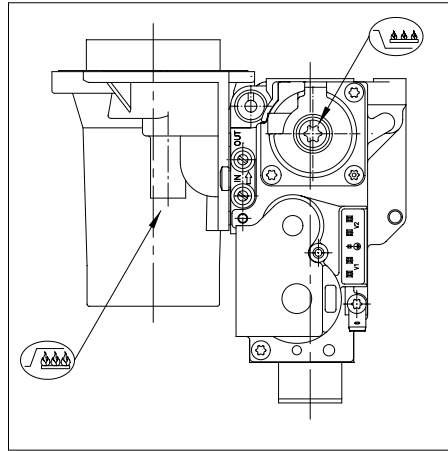

Bild 15 Einstellpunkte
Vor dem Einschalten ist die Einstellschraube 'Volllast' (siehe Abb. 15) 3 (Quinta 45) bzw. 4 (Quinta 65) Umdrehungen im Uhrzeigersinn zu verstellen. Die Gebläsedrehzahl Volllast ist auf 4600 einzustellen (siehe Abs. 5.6, Parameter  und .
- Falls erforderlich mit der Einstellschraube Volllast (Abb. 15) nachstellen, so dass die in nachstehender Tabelle aufgeführten Werte erreicht werden.
- Nötigenfalls mit der Einstellschraube Teillast nachstellen (Abb. 15).